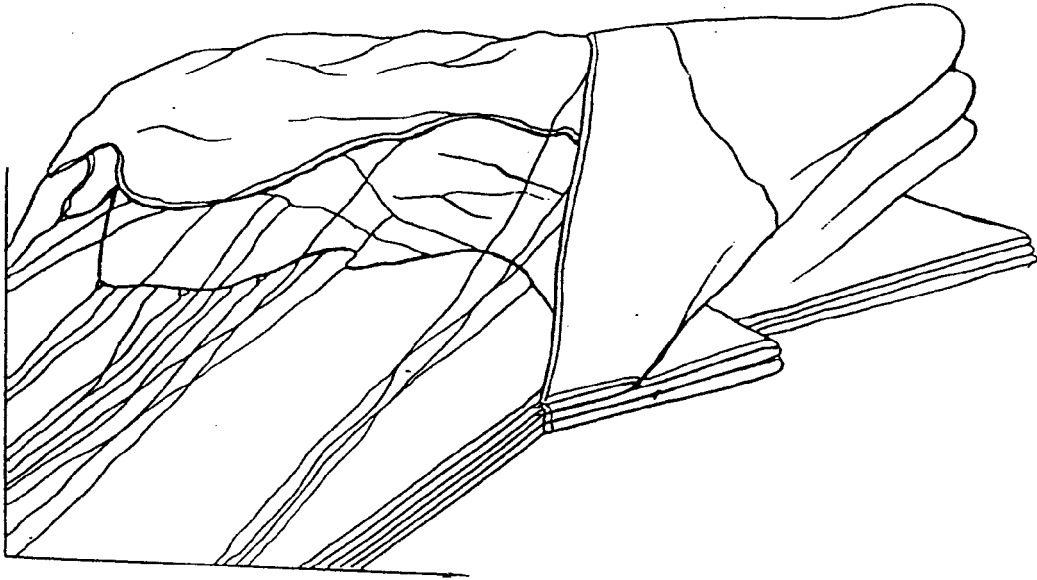

Рис. 5
- 3) расправить боковое полотнище между стропами второго и третьего, третьего и четвертого рядов (рис. 5);